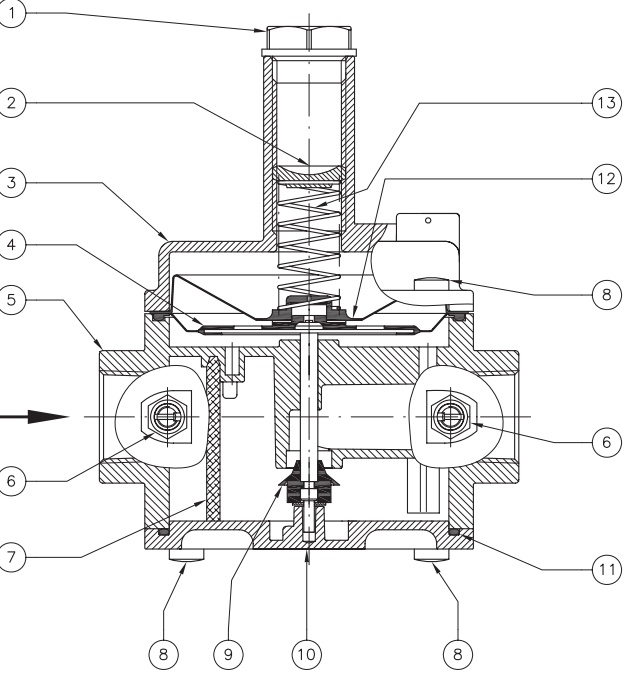

fig. 1
- Regulatorul se monteaza inaintea utilizatorului. Trebuie instalat respectand directia de curgere indicata de sageata de pe corp (5) catre utilizator. Se poate monta in orice pozitie dar este de preferat sa se monteze cu arcul (13) in pozitie verticala (vezi fig. 1). In afara regulatorului, in aval de el, se afla o priza de presiune (6) pentru verificarea presiunii reglate. In timpul instalarii se va proteja partea interna a regulatorului de accesul resturilor metalice si moloz.